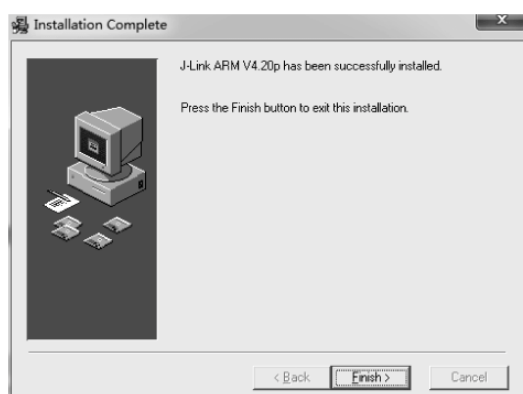

图 3.16 完成安装
(7) 完成 Jlink 驱动程序安装,如图 3.16 所示。